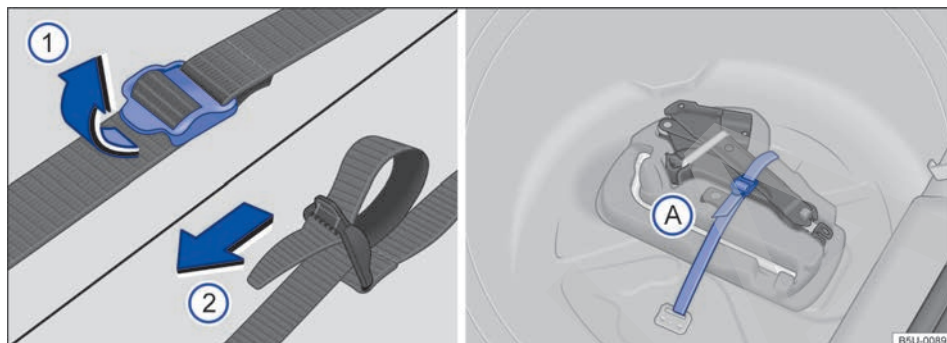

Fig. 160 En el maletero: cinta de fijación de la caja de herramientas y caja de herramientas de a bordo.
Para soltar la cinta de fijación → fig. 160 (A), tirar de la hebilla en el sentido de la flecha ①.